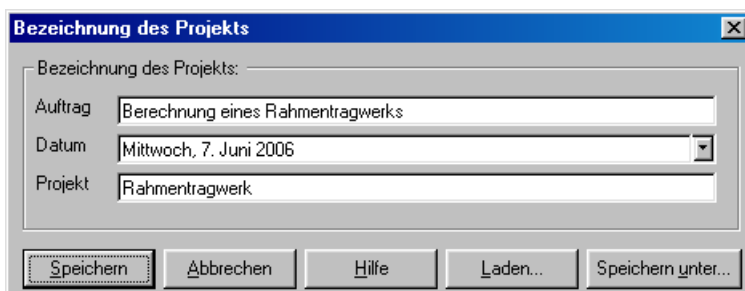

Bild 7-6 Dialogfeld "Auftragsdaten"
- Wählen Sie den Befehl "Auftragsdaten" aus dem "Daten"-Menü des *ELPLA-Daten*-Fensters. Das Dialogfeld im Bild 7-6 erscheint